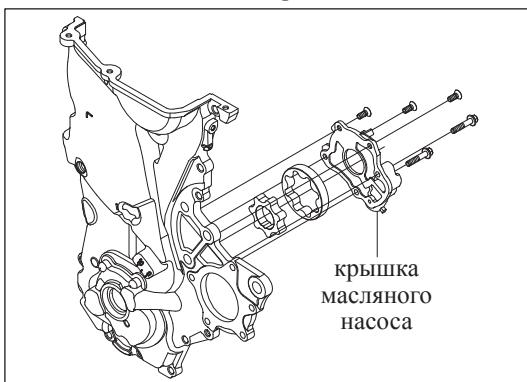

Рис. 11-4-11. Установка крышки масляного насоса
- Закрепить крышку масляного насоса 2 фланцевыми болтами (M6×30) и 3 винтами с потайными головками (M6×14), как изображено на рис. 11-4-11.